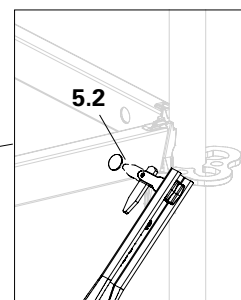

Fig. A1.03a
4. Inserire la leva di inclinazione (5.2) nel foro del corrente orizzontale superiore e posizionarla trasversalmente per il fissaggio. (Fig. A1.03a)
7. All'occorrenza l'H-diagonale (10) può essere rimosso.